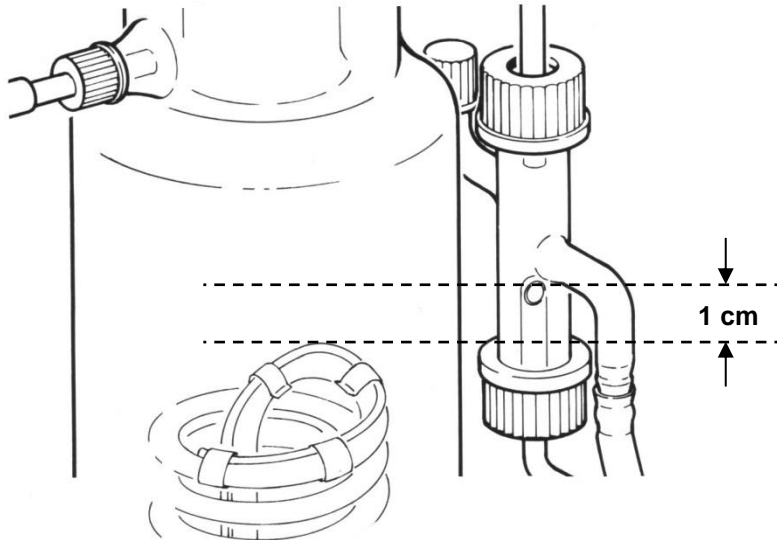

Fig. 2
2. Ajuster le régulateur de niveau DZ 8103 selon Fig. 2